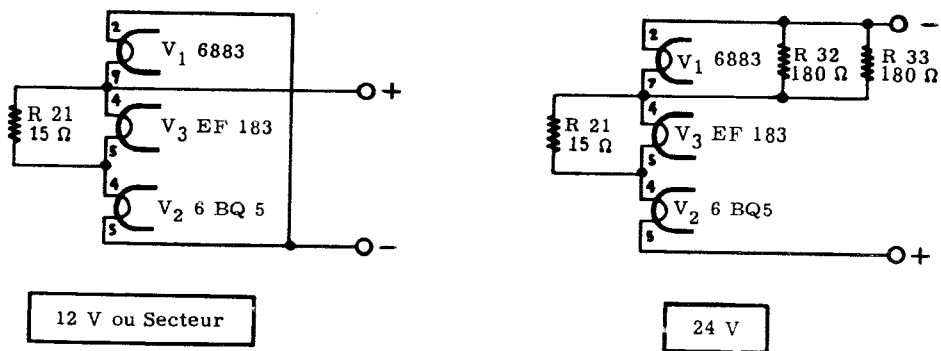

Fig. 36 - Schéma simplifié de la commutation 12/24 V des filaments de l'amplificateur H.F. émission
- Filaments Amplificateur H.F. émission (E 7) (fig. 36).